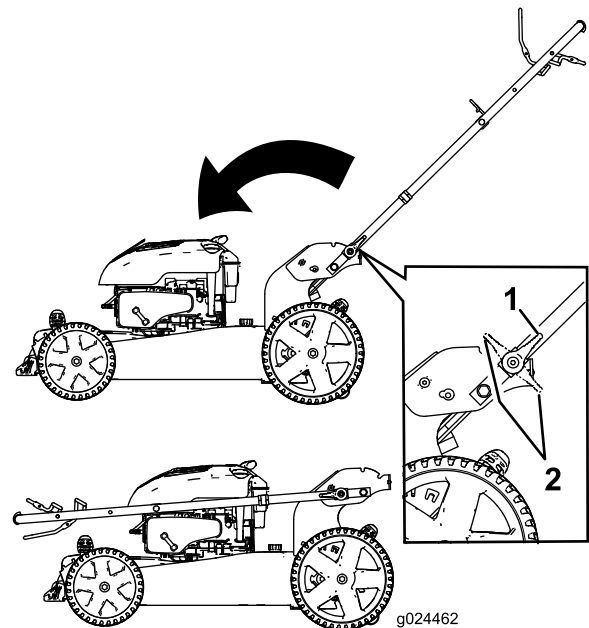

Figura 18
3. Abra las palancas de bloqueo del manillar (Figura 18).
4. Pliegue el manillar completamente hacia adelante (Figura 18).